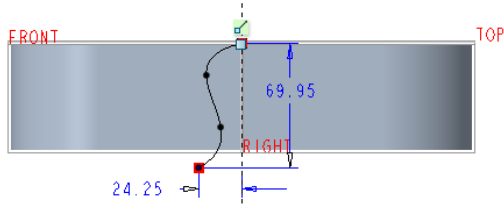
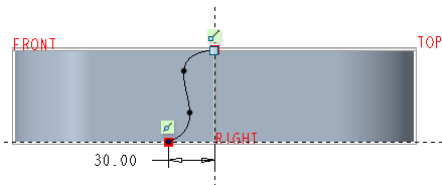

图 3-38 绘制一条样条曲线
图 3-39 完成的样条曲线
(3) 单击 (样条) 按钮, 绘制图 3-38 所示的一条样条曲线。接着单击 (重合) 按钮, 分别选择样条曲线的下端点和相应钣金曲面轮廓边并修改尺寸, 得到的草绘图形如图 3-39 所示, 然后单击 (确定) 按钮, 完成草绘并退出草绘器。